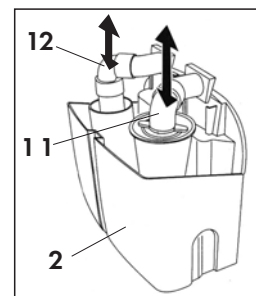

Abb. 15
Der Schmutzwasserbehälter (2), das Schwimmeraggregat (11) und das "Venturi"-Aggregat (12), die sich im Schmutzwasserbehälter (2) befinden, können herausgenommen und wie in der Abbildung 15 gezeigt, gereinigt werden.